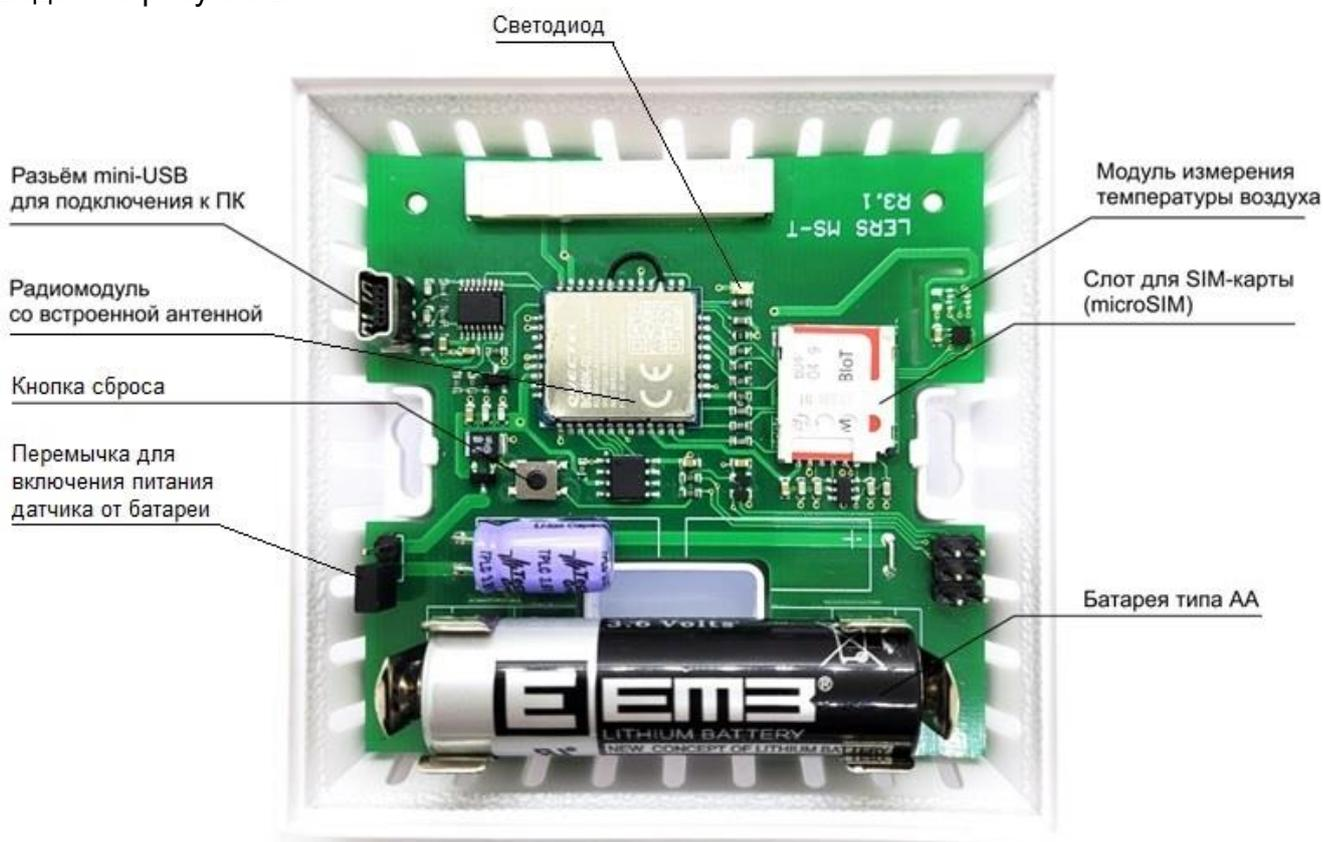

Рисунок 2 – Основная плата датчика ЛЭРС МС-Т
1. Включить питание датчика от батареи, установив переключку (см. рисунок 2).